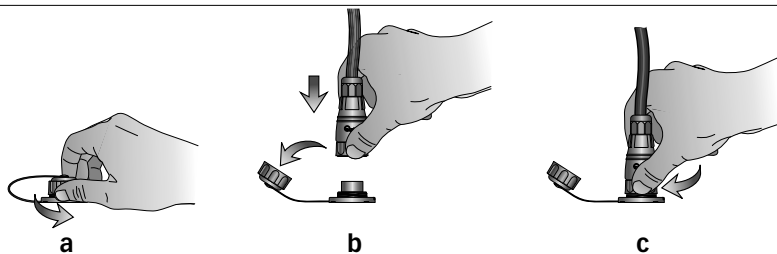

FIG.4
**DÉBRANCHEMENT DE LA FICHE DE LA PRISE** (fig.4)
**UNTERBRECHUNG DER VERBINDUNG VON STECKER UND STECKDOSE (Abb.4)** A) Den Ring des Steckers gegen den Uhrzeigersinn drehen und komplett abschrauben. B) Stecker herausziehen. C) Die Steckdose mit der Kappe verschließen; dazu den Ring im Uhrzeigersinn drehen.
**DESCONEXIÓN DEL PASADOR A LA TOMA DE CORRIENTE (fig.4)**